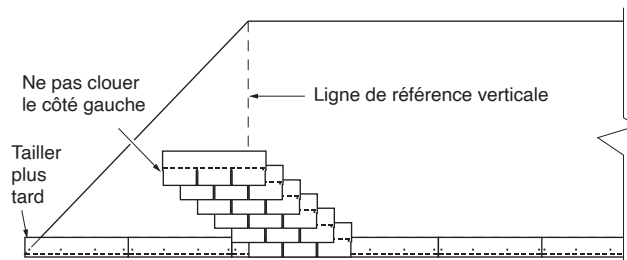

Figure 9-3 : Section 1-A
2. Posez le premier bardeau de chaque rangée en haut de la première rangée en chevauchant la ligne de référence de la façon indiquée dans les instructions d'installation du produit. Ne clouez pas l'extrémité gauche de ces bardeaux pour le moment. (Il y aura au total quatre ou six rangées par section diagonale selon le produit à installer.) (Voir la Figure 9-3).